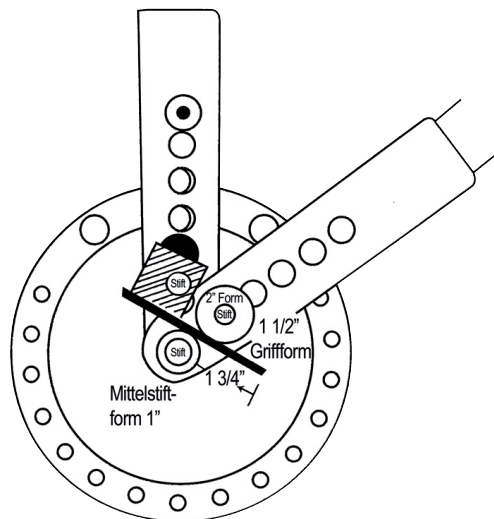

Bild 24
1. Biegung (Bild 24): Ziehen Sie am Griff bis sich das Ende des Stücks um die Griffform gebogen hat.